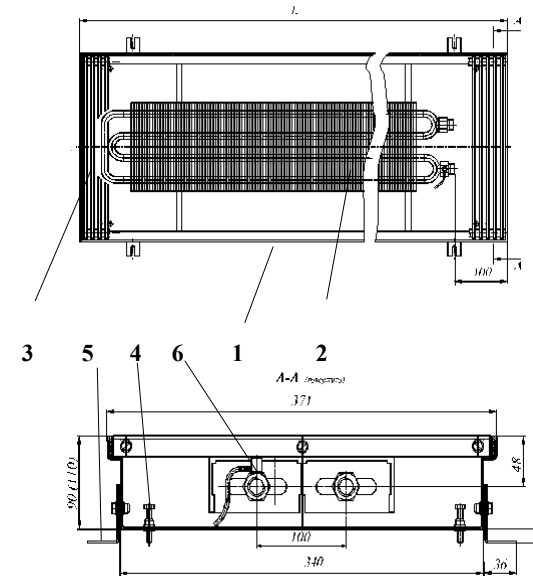

Рис. 1 Конвектор КРКД 37.09(11).060...300 концевой
Конвекторы имеют (см. рис.1,2):
4.2 Размеры и технические характеристики изделий представлены на Рис.1, 2 и в таблице 1,2 .
- 5.4 После соединения теплового пакета с трубопроводами и запуске системы отопления, при необходимости, выполнить удаление воздуха. Для этого свободный конец пластиковой трубки воздухопускного клапана 6 (см. рис.1) опустить в заранее приготовленную емкость для слива воды. Ключом отвернуть клапан на 0,5-1,5 оборота. После удаления воздуха, клапан закрыть.